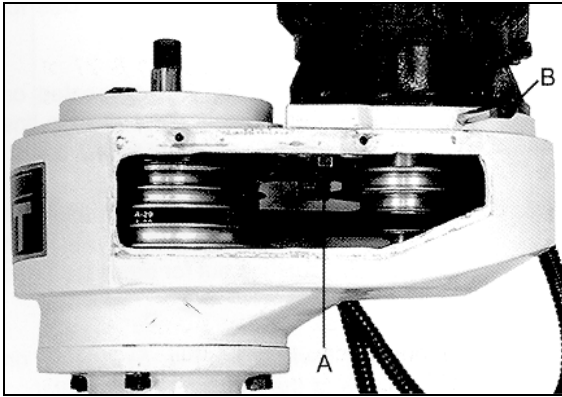

Рис. 8
Ослабьте шестигранную гайку (А, Рис. 8).
- ходовой винт для перемещения стола по вертикали (С, Рис. 8).
*Нет тока – проверить предохранитель и автоматический выключатель (Q, Рис. 8).